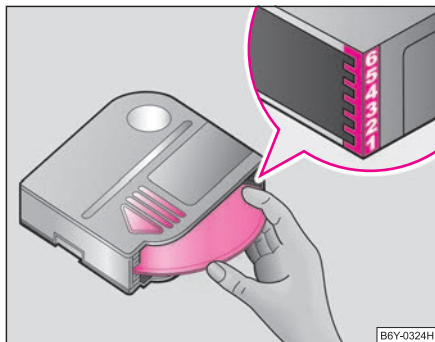

Fig. 127 Încărcarea CD-urilor în schimbător
- Introduceți magazia cu săgeata în sus ⇒ pagina 140, fig. 127. Vârful săgeții de pe magazia trebuie să fie îndreptat înspre gura magaziei.
- Țineți magazia cu săgeata în sus ⇒ fig. 127.
- Introduceți CD-urile cu partea înregistrată în jos, pe rând în magazie; se emite un zgomot specific de fixare. Observați în partea dreaptă a magazinei, ordinea introducerii CD-urilor ⇒ fig. 127.